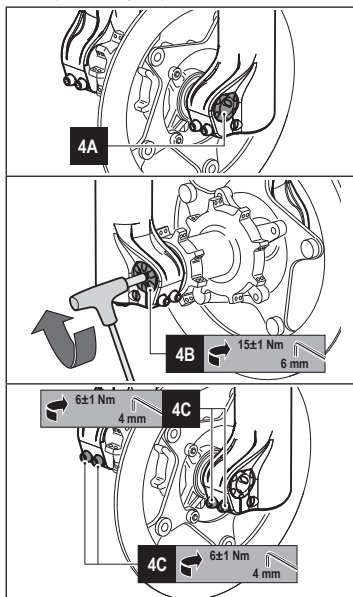

Figura 4 - Installazione ruota su forcelle con perno passante ø20mm Taperwall
- Allineare il centro della ruota con i due dispositivi di ritegno (vedi **4A** di **Figura 4**).
- Inserire il perno attraverso il portaruota sinistro, la ruota ed il portaruota destro (vedi **4A** di **Figura 4**).
- Serrare il perno alla coppia prevista (**15±1 Nm**) agendo sul tappo del perno (vedi **4B** di **Figura 4**) con una sola chiave a brugola da 6 mm.
- Serrare le viti poste sui due portaruota alla coppia prevista (**6±1 Nm**) con sequenza "1-2-1" utilizzando una chiave a brugola da 4 mm (vedi **4C** di **Figura 4**).